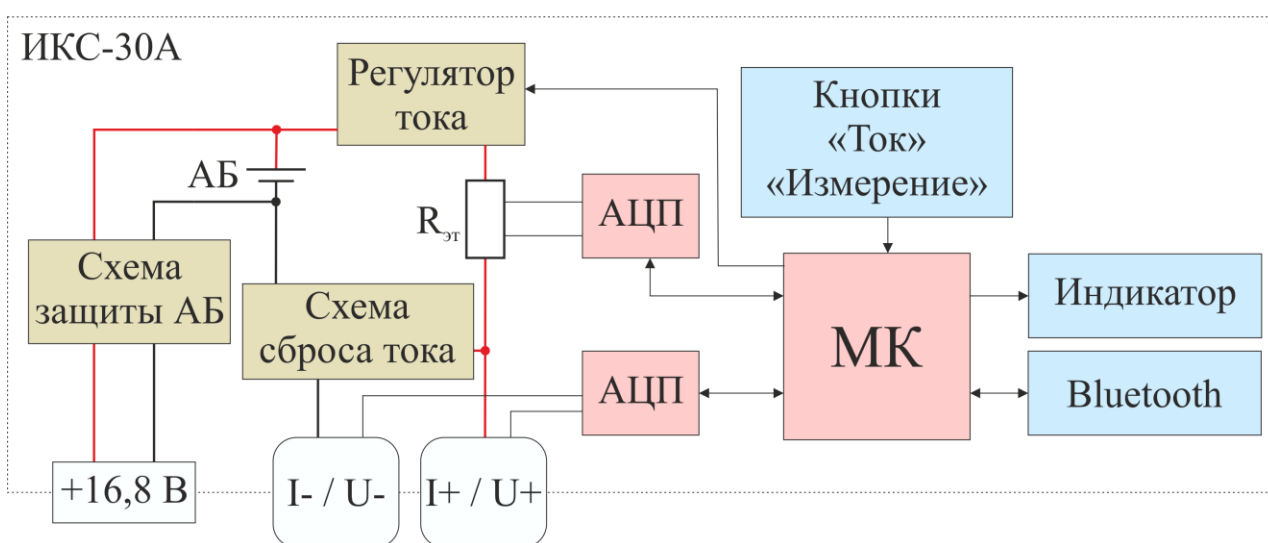

Рис. 1. Упрощенная блок-схема прибора ИКС-30А
1.4.1. Упрощенная блок-схема прибора ИКС-30А приведена на рис. 1.